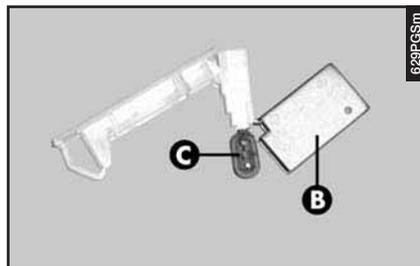

fig. 77
– Premere lateralmente sullo schermo della lampada (**B-fig. 77**) in corrispondenza dei due perni di fissaggio e ruotarlo.
- Sostituire la lampada (**C-fig. 77**) inserita a pressione.